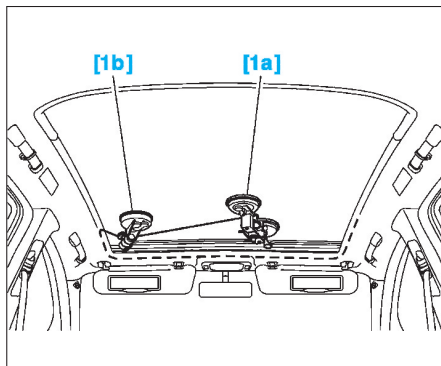

FIG. 128
- Enfiler le fil de découpe dans le dispositif de bobinage [1a] et le serrer (Fig.128).